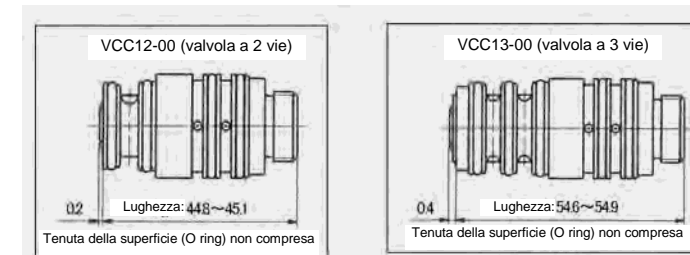

Figura 14
- Regolare l'altezza totale delle valvole come mostrato nella Figura 14. Come riferimento, la coppia di serraggio è compresa tra 1 e 2 Nm per la valvola a 2 vie e tra 0.5 e 1 Nm per la valvola a 3 vie. Un serraggio eccessivo potrebbe danneggiare la filettatura.